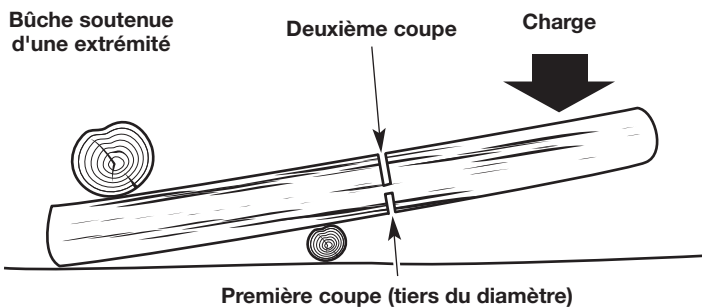

Fig. 19
- Si la bûche est soutenue sur une extrémité (Fig. 19), faites la première coupe depuis le bas (tronçonnage par dessous). Reportez-vous à *Tronçonnage par-dessous*.